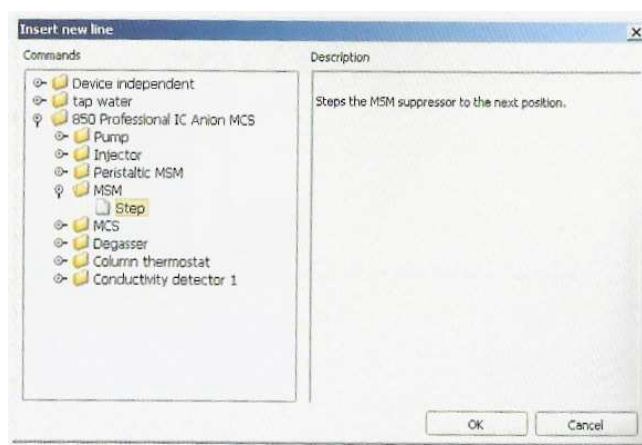

Figura 12.1 – Janela do software Magic Net IC.
- Use o menu “EDIT → NEW” para abrir a janela “ADD NEW LINE”, Figura 12.1.